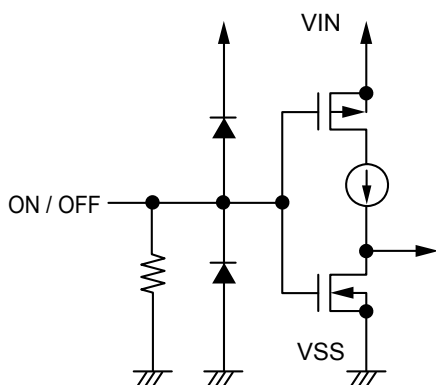

图17
ON / OFF端子的结构如图17、18所示。S-1137系列A / C型产品的ON / OFF端子处于浮动状态时，在内部会被下拉至VSS端子，因此VOUT端子会变为 V_{SS} 电位。另外，S-1137B / D型产品的ON / OFF端子在内部不会被下拉，因此请不要在浮动状态下使用。S-1137系列B / D型产品不使用ON / OFF端子时，请连接到VIN端子上。
*1. 将ON / OFF端子连接到VIN端子上进行工作时，S-1137系列A / C型产品的消耗电流中会多出从下拉电阻中流入的电流，务请注意 (请参阅图17)。